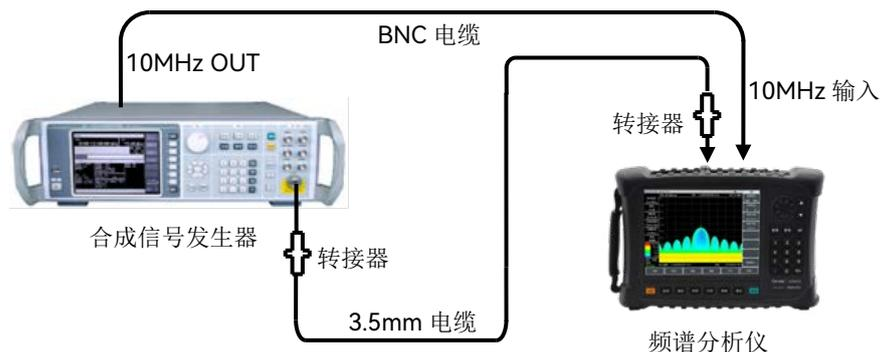

图 12-7 分辨率带宽测试设置
- 1) 如图 12-7 连接测试仪器。信号发生器为频谱分析仪提供频率参考；